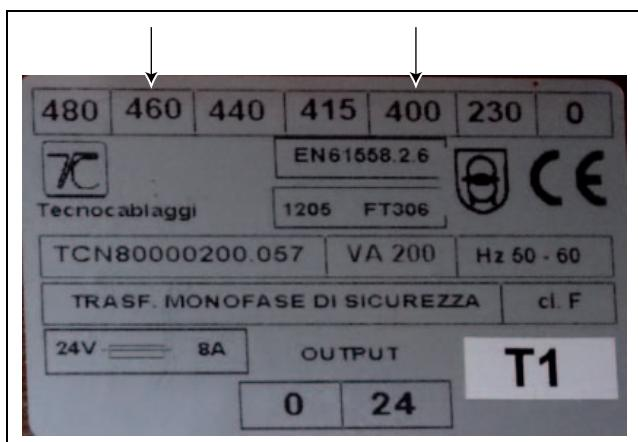

Fig. 9: Collegamento del trasformatore
- Rimuovere tale collegamento sul circuito primario e predisporlo a una tensione di 460 V (fig. 9).